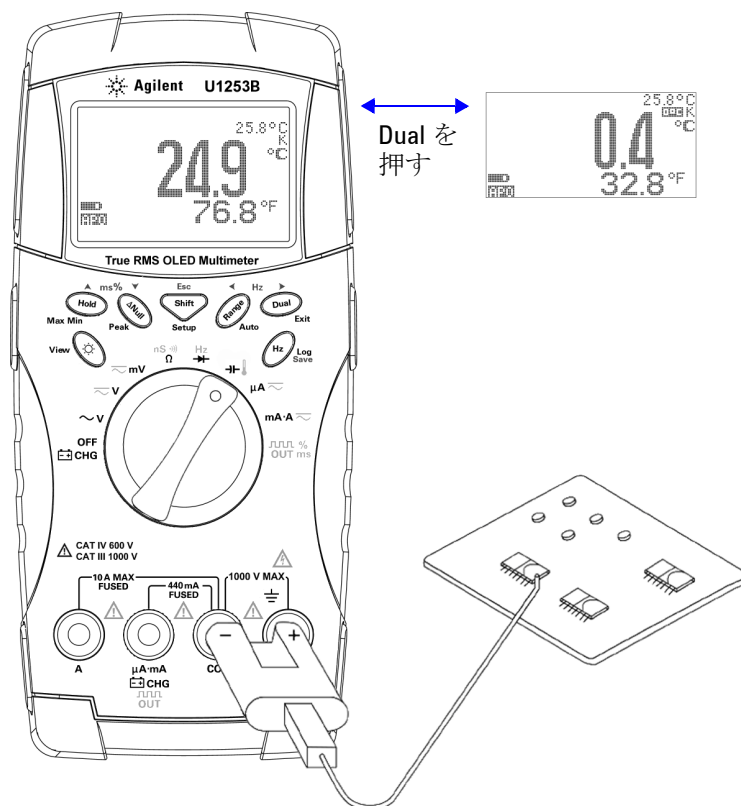

図 2-14 表面温度測定
- 3 熱電対アダプタを（熱電対プローブを接続した状態で）入力端子 **TEMP（赤）** と **COM（黒）** に差し込みます（図 2-14（53 ページ）を参照）。